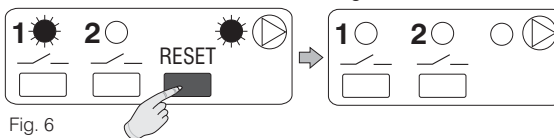

Fig. 6
- Presionar brevemente la **tecla "RESET"**; al soltarla el forzamiento temporal queda anulado (fig. 6).